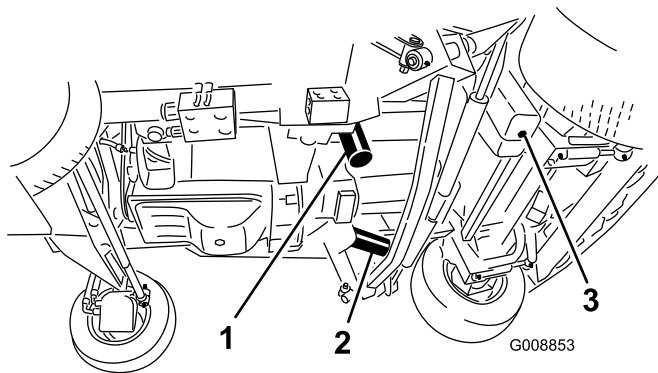

Рисунок 89
3. Снимите пробку сливного отверстия (Рисунок 89) с нижней стороны бака и дайте гидравлической жидкости стечь в сливной поддон. Когда гидравлическая жидкость перестанет вытекать, установите на место сливную пробку.
5. Поместите сливной поддон под фильтр, а затем снимите фильтр (Рисунок 89).